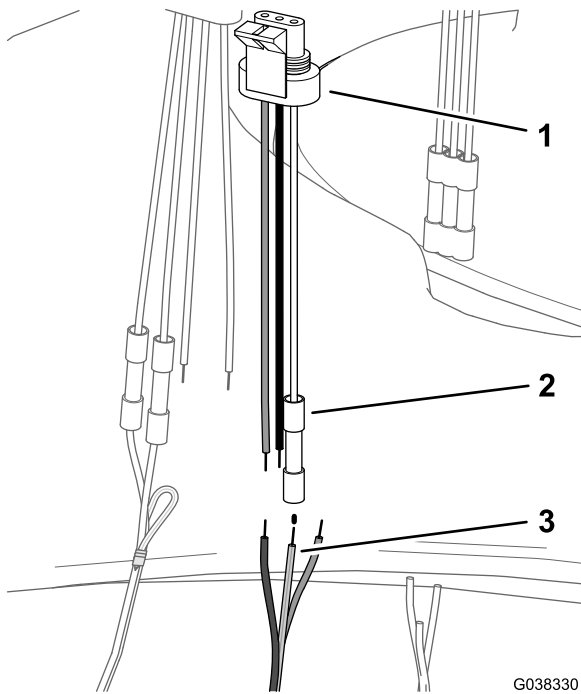

Figura 43
3. Alinee el cable amarillo y verde del arnés DIN con el cable blanco del adaptador de 3 pines de la válvula de agitación (Figura 43); consulte la tabla de cableado de la válvula de agitación.